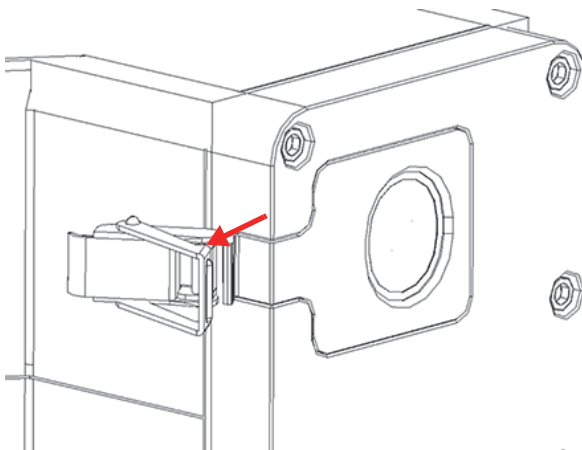

Figura 4-3 Trava do painel frontal totalmente aberta
4. Puxe a frente da trava para abrir totalmente a trava do painel frontal (Figura 4-3 na página 62).